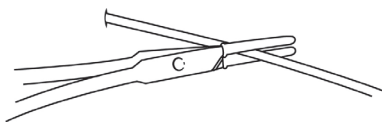

Fig. 1
1. Preparare la zona. Bloccare fermamente il catetere vicino al sito di ingresso nella cute con un forcipe ghierato di gomma. (Fig. 1)